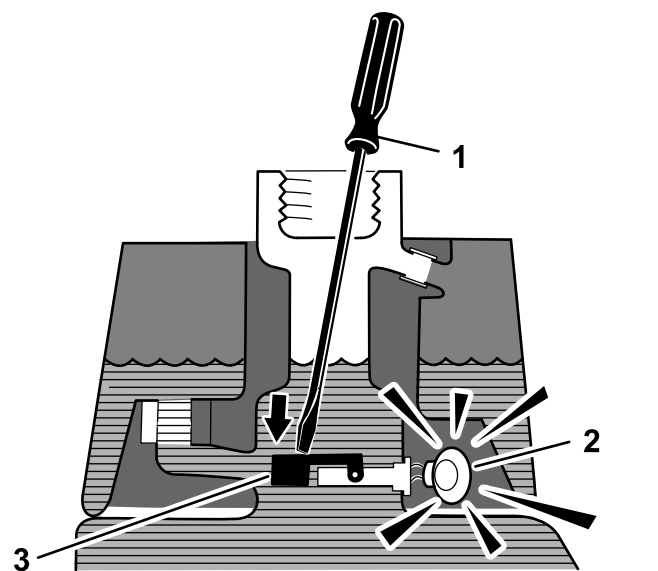

Figura 49
3. Inserite nel collo del serbatoio un'asta o un cacciavite puliti ed esercitate con cautela pressione sull'interruttore a galleggiante (Figura 49); dopo un secondo dovrebbe scattare l'allarme.